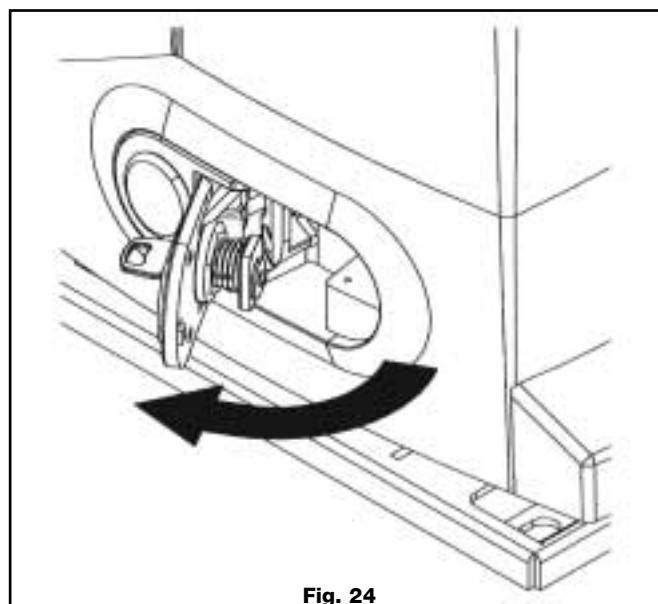

Fig. 24
- Tirer légèrement vers l'extérieur la clé pour faire sortir le portillon, puis tirer celui-ci vers l'extérieur jusqu'à son arrêt (fig. 24); le portillon, doté d'une came, désouple la transmission.